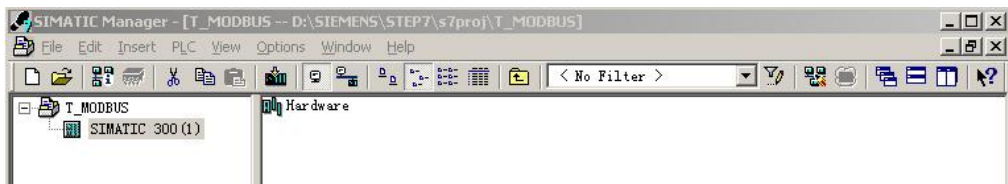

图 5-4
(4) Insert→Station→SIMATIC 300 Station 点击, 见图 5-4。